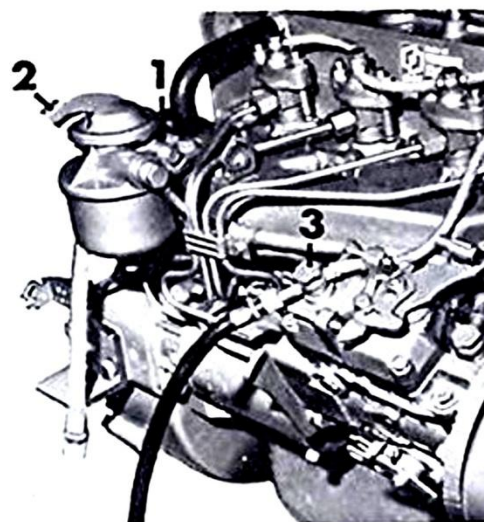

Fig.2
b) purge du filtre sur moteur (Fig.2)
- Desserrer la vis de purge (1)
- Actionner le levier d'amorçage (2) jusqu'à ce que le carburant s'écoule sans bulle
c) purge de la pompe à injection (Fig.2)
- Desserrer la vis de purge (3)
- Undo bleed screw (1)
- Work priming lever (2) until the fuel flows free of air bubbles
c) bleeding the injection pump (Fig.2)
- Undo bleed screw (3)